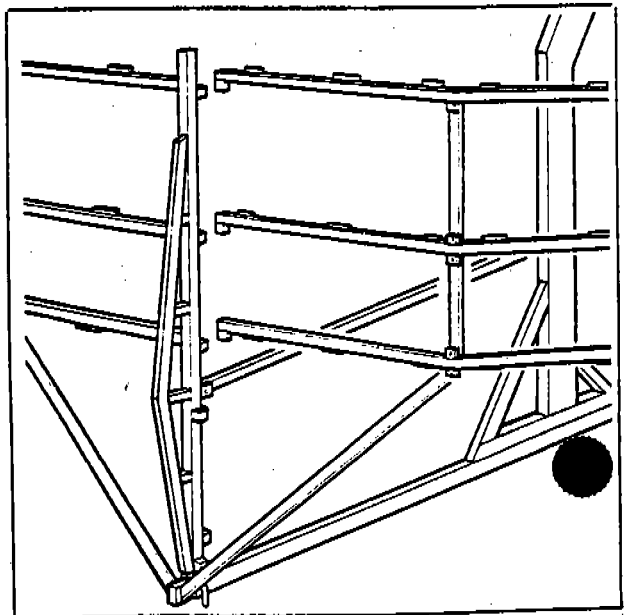

Fig. 33
- b) Assemble all horizontal bars (Fig. 33, 1) and transversal tension rods (Fig. 33, 2) matching the marks, secure them and all with pins and safety clips.
- b) Montare tutti i traversi/tiranti diagonali (Fig. 33) rispettando le sigle riportate su supporti e traversi/tiranti diagonali e fissarli con spine e copiglie.